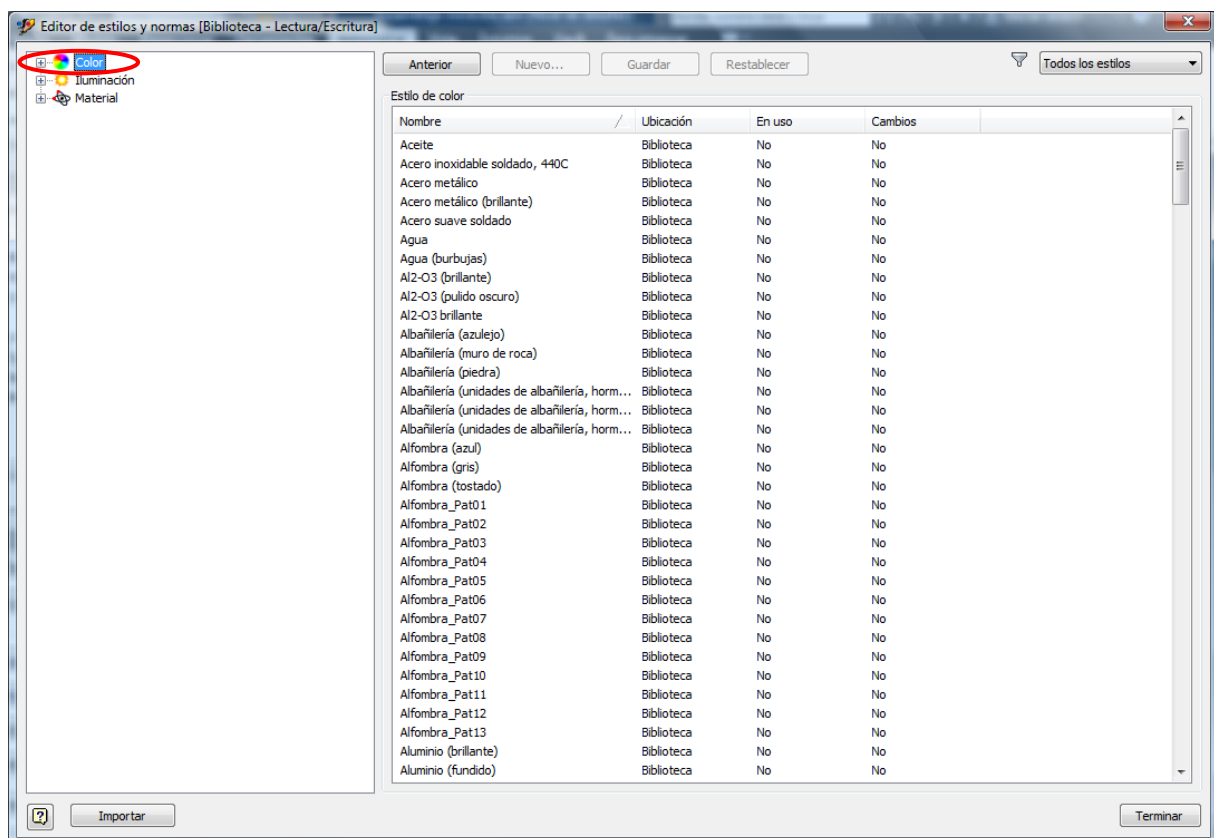

Figura 51 (editor de materiales y colores)
- Sobre la pantalla de navegación, se pincha sobre el menú, *Administrar, Editor de estilos*, y aparece una ventana (figura 51).